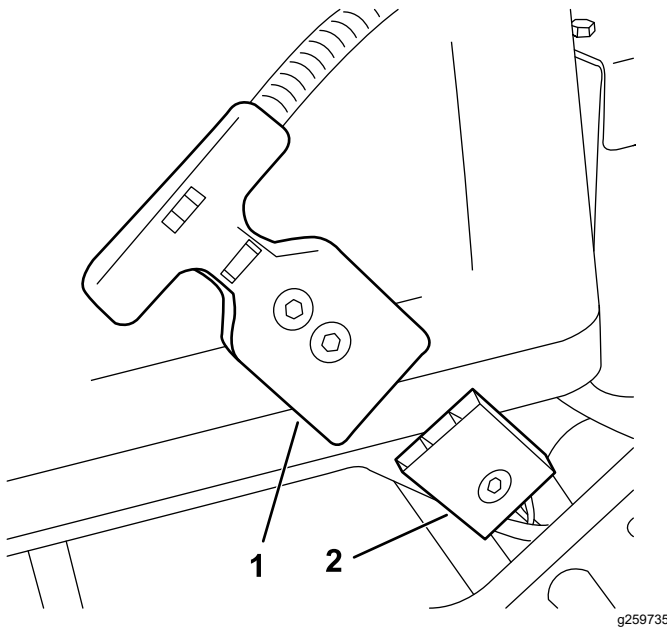

Figure 33
4. Débranchez le connecteur à poignée en T sur le faisceau de câblage principal du connecteur d'alimentation principal sur le socle de la batterie (Figure 33).
4. Branchez le connecteur à poignée en T de la tondeuse au connecteur de la batterie (Figure 33)